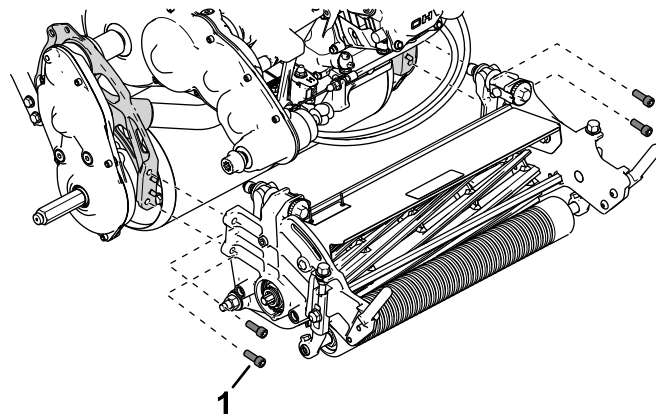

Figura 45
5. Con 4 viti a testa incassata fissate l'apparato di taglio al telaio (Figura 45).